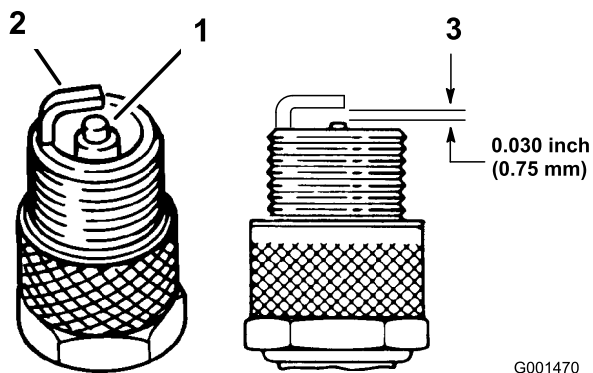

Figure 32
1. Examinez le centre des bougies (Figure 32). Si le bec de l'isolateur est recouvert d'un léger dépôt gris ou brun, le moteur fonctionne correctement. S'il est couvert d'un dépôt noir, c'est généralement signe que le filtre à air est encrassé.
3. Contrôlez l'écartement entre l'électrode centrale et l'électrode latérale (Figure 32). Courbez l'électrode latérale (Figure 32) si l'écartement est incorrect.
3. Connectez les bougies (Figure 32).